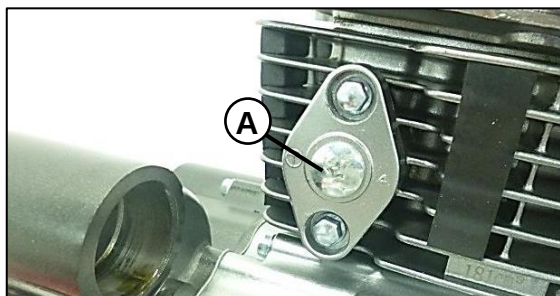

Fig. 06
Al tensor de cadencia se le desensambla el tornillo tapón (A). Fig. 06